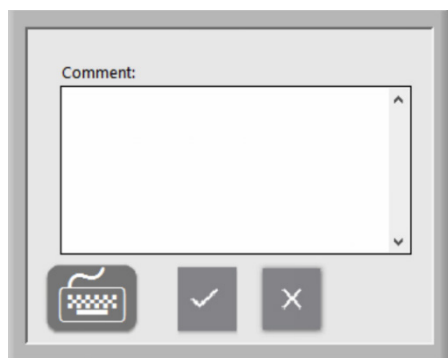

Figure 45 : fenêtre Commentaire
- Si vous le souhaitez, vous pouvez ajouter un commentaire dans le fichier Assay Results.pdf en appuyant sur le bouton **Add Comment** (Ajouter un commentaire). Cela ouvre une fenêtre Comment (Commentaire) dans laquelle l'utilisateur peut saisir un commentaire (Figure 45).